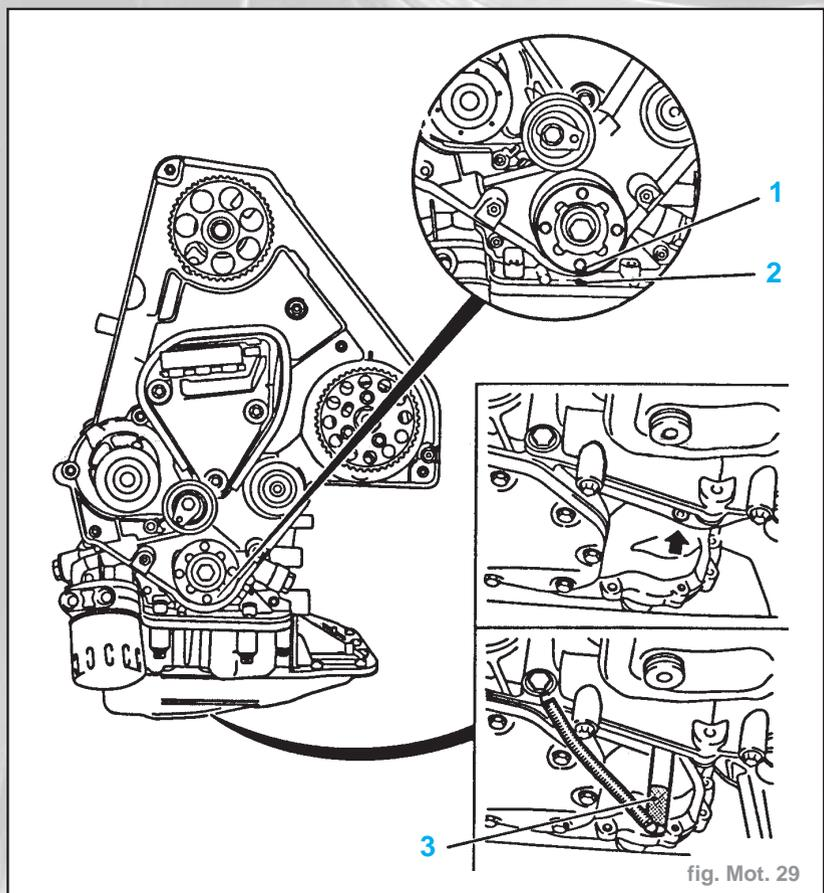

fig. Mot. 29
- Introduire la goupille d'arrêt du vilebrequin **KM-951 (3)** dans l'ouverture de boîte de vitesses (flèche) tout en faisant tourner lentement le vilebrequin à la vis de fixation du pignon de courroie crantée dans le sens de rotation du moteur jusqu'à ce que la goupille d'arrêt du vilebrequin s'encrante en butée dans le bloc-cylindres ou dans la flasque de vilebrequin (fig. Mot. 29).
- Dans cette position, le repère (1) sur la roue d'entraînement de la courroie crantée doit faire face au repère (2) sur la pompe à huile.